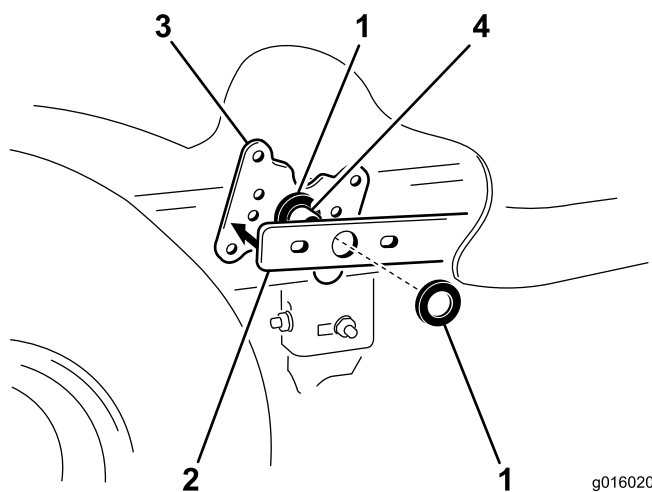

Figura 3
4. Instale una arandela de empuje sobre el bulón de la palanca de elevación (Figura 3). Vuelva a montar el brazo de elevación sobre la cara de la palanca de